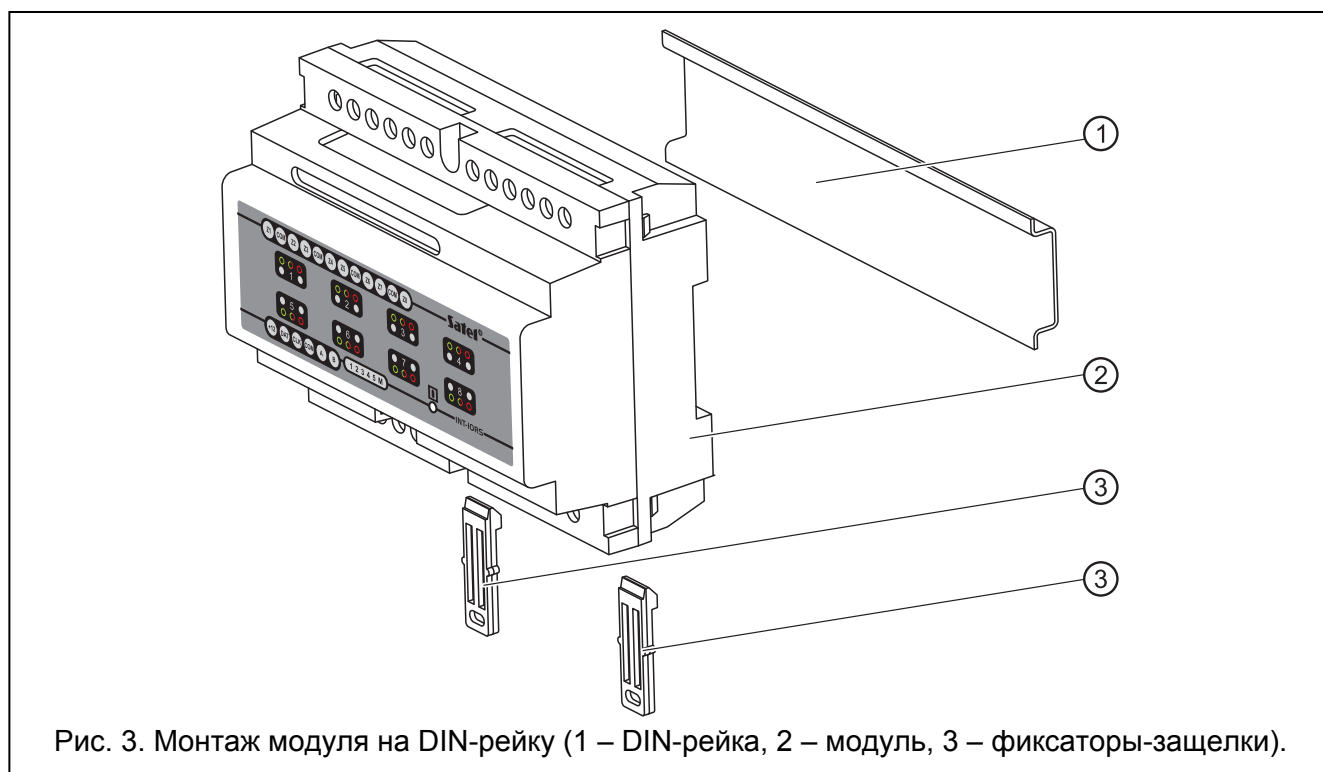

Рис. 3. Монтаж модуля на DIN-рейку (1 – DIN-рейка, 2 – модуль, 3 – фиксаторы-защелки).
1. Установите модуль расширения на DIN-рейку (см. Рис. 3) или закрепите его на стене с помощью шурупов.